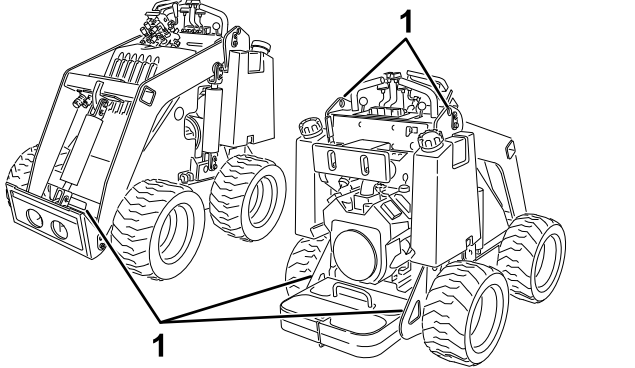

Figura 8
8. Utilice los puntos de amarre metálicos de la máquina para sujetar la máquina firmemente al remolque o al camión con correas, cadenas, cables o cuerdas (Figura 8). Consulte la normativa local respecto a los requisitos de amarre.